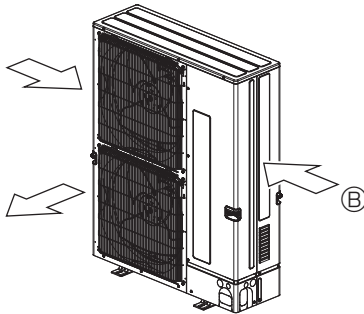

Fig. 2-6
- ③ Sijoita yksikkö siten, että ulos tuleva ilma virtaa kohtisuoraan vuodenajalle tyypillisen tuulensuunnan suhteen, mikäli vain mahdollista. (Fig. 2-6)